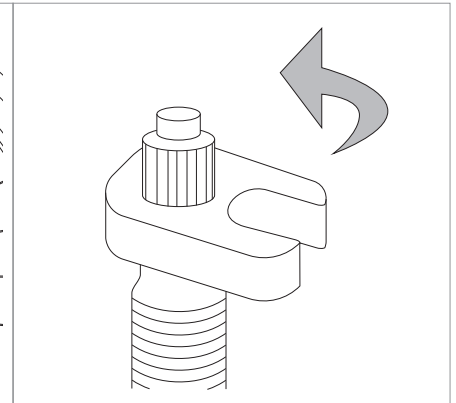

Abb.18
- Wenn Sie eine Spritze zur Hand haben: Montieren Sie den mittleren Bereich des Ventils mit dem entsprechenden Werkzeug ab, füllen Sie die vom Hersteller empfohlene Menge der Flüssigkeit ein und bringen Sie den mittleren Bereich des Ventils wieder an (Abb. 18).